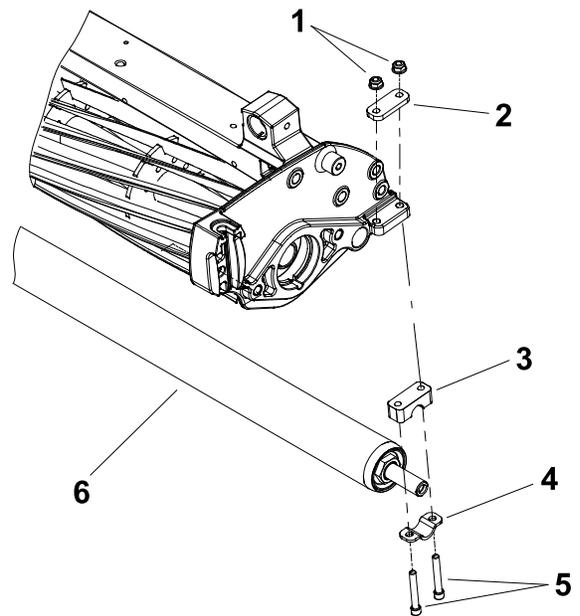

図 9
4. 以下の操作を行って、後ローラアセンブリを外す。 図 9を参照。